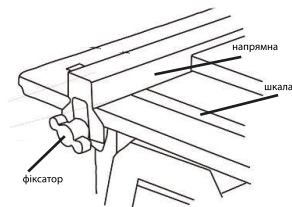

Рисунок 4. Схема регулювання положення напрямної на робочому столі.
5.1.2.3 Регулювання напрямної робочого столу (Рис. 4).